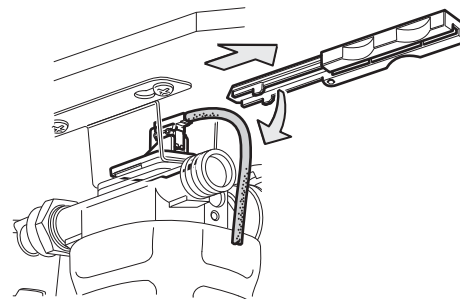

Fig. 10
- ▶ Lorsque le câble pend librement, retirer l'aide de montage. L'émetteur reste fixé dans l'attache (Fig. 10).